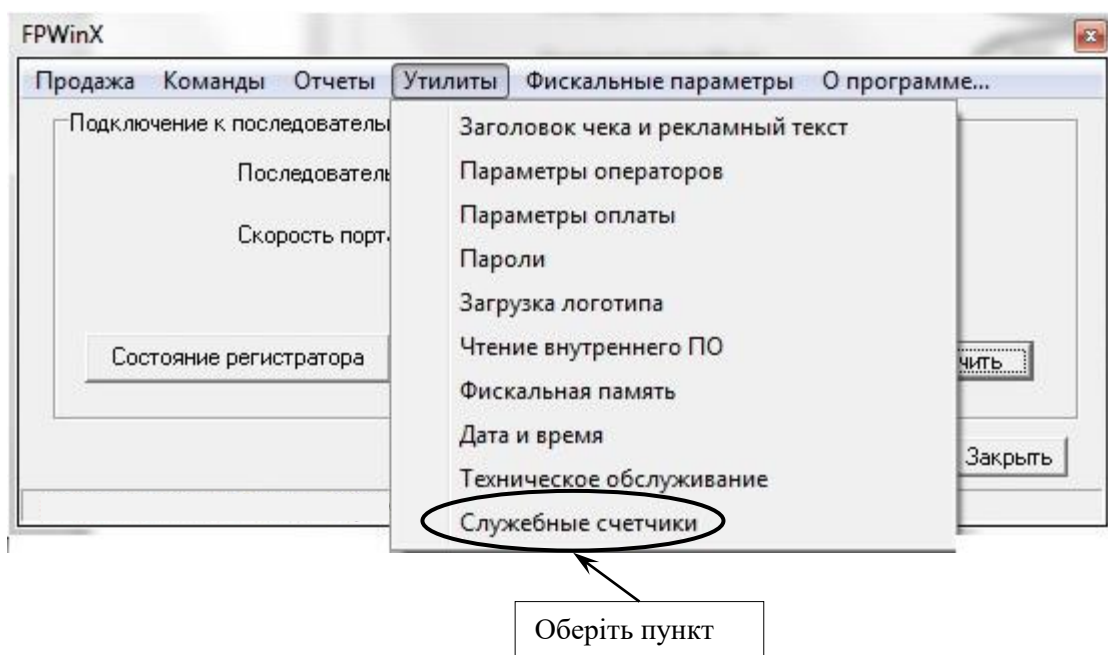

Рисунок 34
- у вікні програми обрати закладку «Утилиты», далі у випадаючому меню обрати пункт «Служебные счетчики» (рисунок 34);